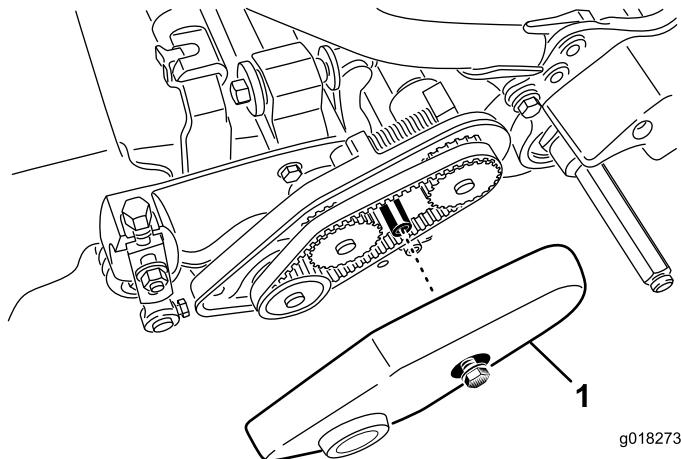

图40
1. 松开固定皮带罩的凸缘螺栓，并取下皮带罩露出皮带（图40）。